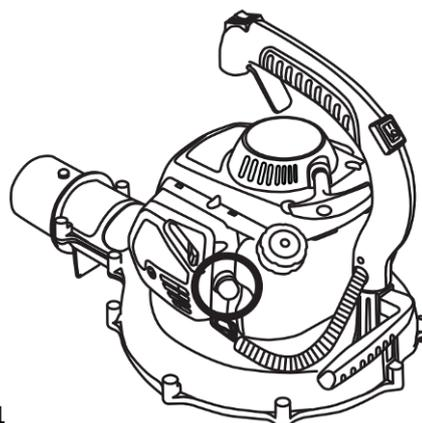

Fig.5
- 2) Appuyez plusieurs fois sur la pompe à essence jusqu'à ce qu'elle se remplisse de carburant. (Fig. 5)